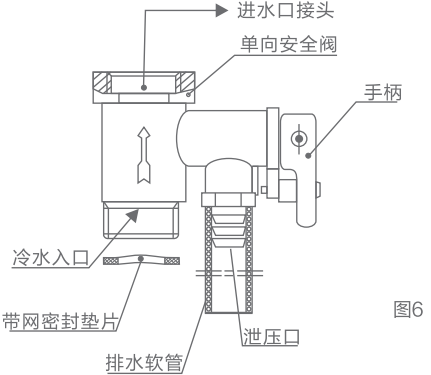

图6
- (1) 附件中的安全阀(出厂原装标识0.85MPa)应安装在进水口接头上（如图1），请确保密封性，其箭头指向与电热水器进水流动方向一致（如图6），安全阀冷水入口需安装带网密封垫片同时安装安全阀泄压口排水软管，应保持连续向下倾斜状态，并安装在无霜的环境中，再将其延伸到地漏处，保持与大气相通，妥善固定防止排出热水或蒸汽烫伤。安全阀可防止内胆压力超过额定压力0.1MPa，若内胆压力过高，则安全阀自动开启，从其泄压口向外排水以释放压力。
正常使用情况下，应定期打开安全阀（如图6）手柄，以去掉碳酸钙沉积，方法是：将排泄手柄向上扳至水平位置（如手柄带有螺钉，即先使用螺丝刀拆下螺钉再进行此动作），确认安全阀有没有堵塞（有无泄水），如堵塞请与维修部联系。